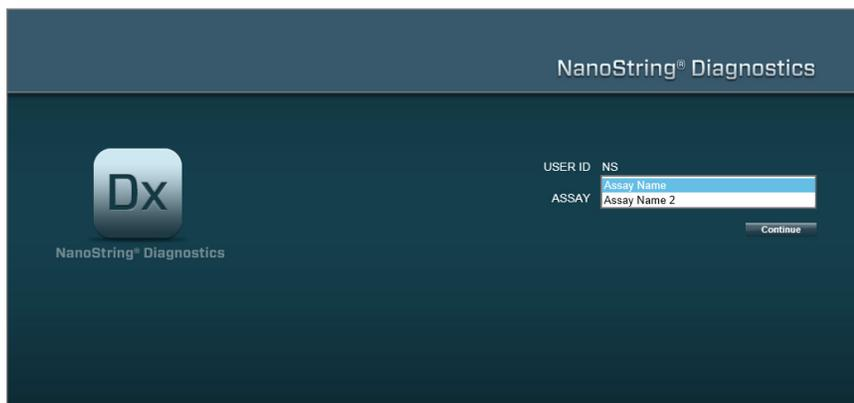

FIGURA 4.2: control **Assay Type** (Tipo de prueba) en la página Sign In (Inicio de sesión)
- **Permisos de usuario para varias pruebas:** Si el usuario tiene acceso a más de una prueba, se mostrará el control **Assay Type** (Tipo de prueba). El usuario deberá seleccionar una prueba y hacer clic en **Continue** (Continuar) (**FIGURA 4.2**).